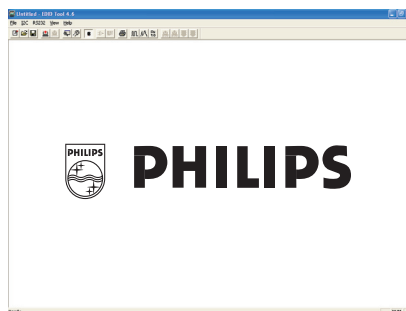

Fig. 7
- 4- Clique o botão OK. O menu principal será mostrado (como mostra a fig. 7)